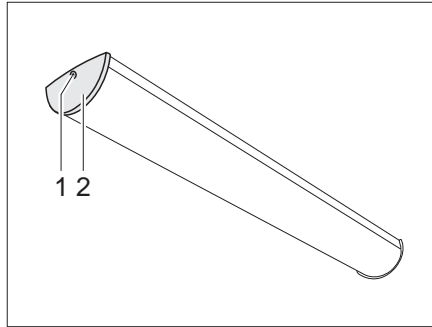

Fig. 278 Lámpara interior
- Extraer el tornillo (Fig. 278,1) y retirar la cubierta (Fig. 278,2).